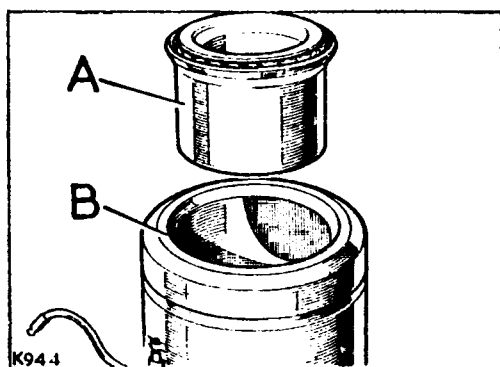

Fig. G1-52.- Cojinetes de la columna de dirección
- 1.10.- Si fuese necesario se desmontará el cojinete de bolas, A (Fig. G1-52), y en los modelos antiguos el casquillo y retén de la parte superior de la columna de dirección.